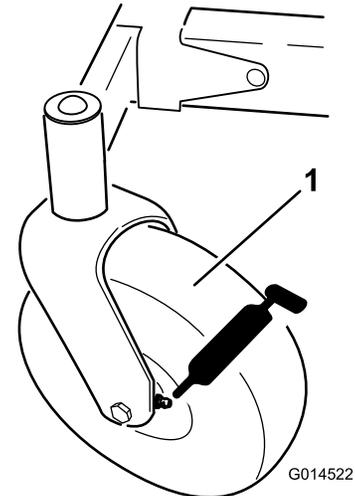
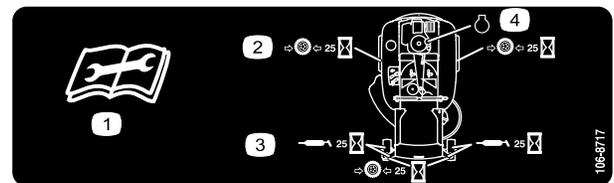

Figure 27
Figure 28
3. Nettoyez les graisseurs (Figure 27 et Figure 28) à l'aide d'un chiffon.
- Raccordez une pompe à graisse à chaque graisseur (Figure 27 et Figure 28). Injectez de la graisse dans les graisseurs jusqu'à ce qu'elle commence à sortir des roulements.